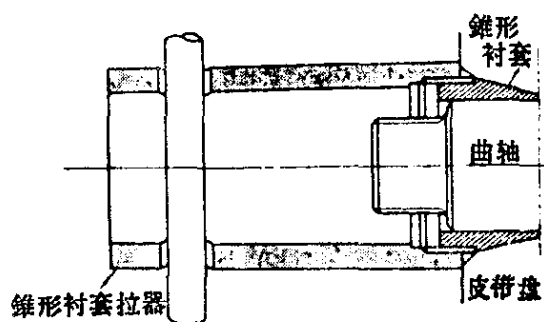

图 1-1
(4)用螺旋式锥形衬套拉器（8521-0123）拆出曲轴前端的螺旋式锥形衬套（图1-1）。